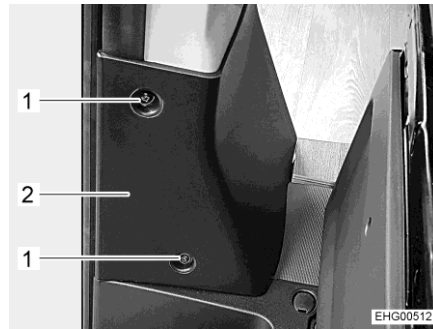
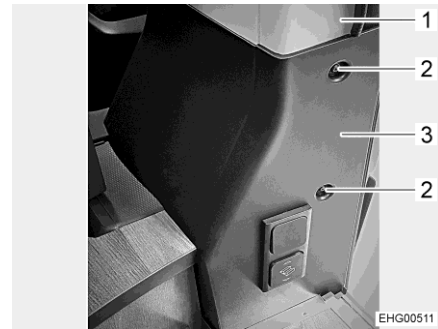

Fig. 84 Cache (vu de la porte de la cabine de conduite)
Fig. 85 Cache (vu de la porte coulissante)
- Dévisser 2 vis (Fig. 84,1) et 2 vis (Fig. 85,2) et retirer le cache (Fig. 84,2 et Fig. 85,3) du montant B (Fig. 85,1).